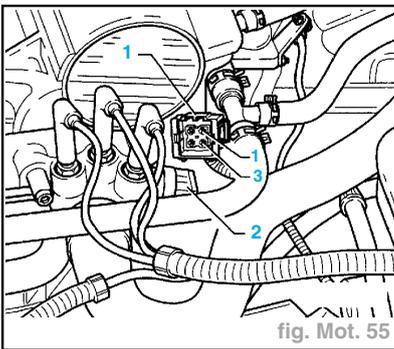

fig. Mot. 55
- Débrancher la fiche (1) du transmetteur en température de liquide de refroidissement (**G62**) (2) (fig. Mot. 55).